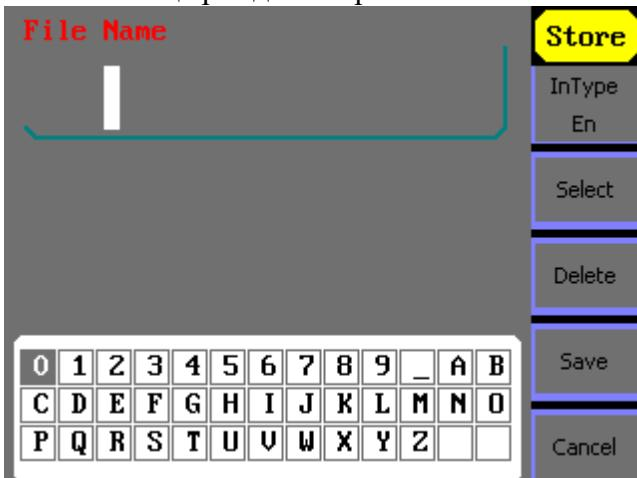

Рис. 9-2 Окно ввода имени файла
- Выбрав необходимую ячейку, нажмите кнопку **Save**. В открывшемся окне (рис. 9-2) задайте имя ячейки и нажмите **Save** еще раз для сохранения.
2. Нажмите кнопки **Browser ▶ Directory** и используя курсорные кнопки “вверх” и “вниз” выберите “USB Device (A:)”. Используйте курсорную кнопку “вправо” для открытия списка папок имеющихся на USB-диске. Для перемещения по списку папок используйте курсорные кнопки “вверх” и “вниз”. Выбрав необходимую папку нажмите кнопку **Save**, в открывшемся окне (рис. 9-2) введите имя файла и нажмите **Save** еще раз для сохранения.